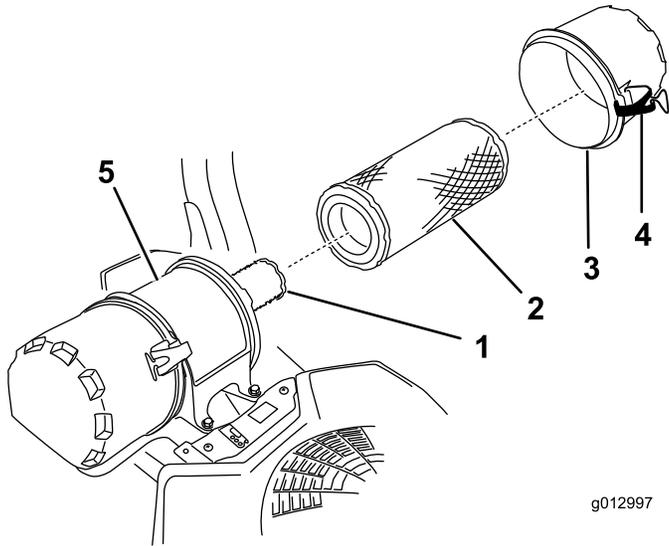

Figure 28
6. Déverrouillez le filtre à air et détachez le couvercle du boîtier du filtre (Figure 28).
- Sortez l'élément externe du boîtier du filtre à air avec précaution (Figure 28).
- Si vous remplacez l'élément interne, insérez-le avec précaution dans le boîtier du filtre (Figure 28).
- Placez ensuite l'élément externe sur l'élément de sécurité avec le même soin (Figure 28).